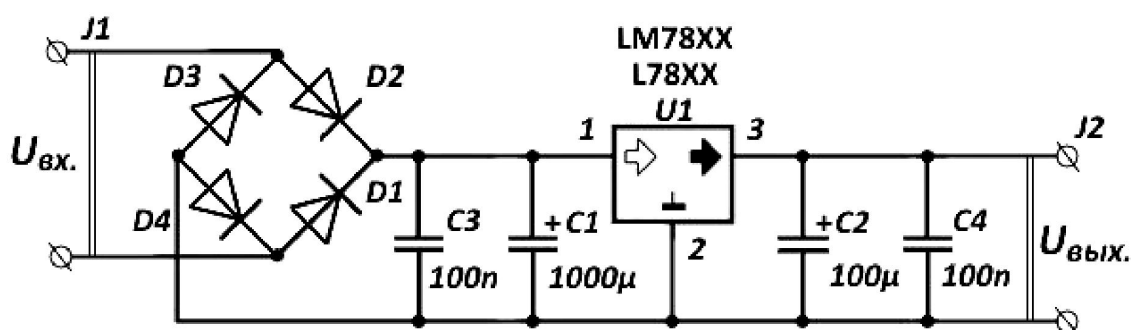

Рис. 1 - Принципиальная схема.
Переменное или постоянное напряжение подается через клеммник J1 на диодный мост, состоящий из диодов D1-D4. Выпрямленное постоянное напряжение поступает на сглаживающий электролитический конденсатор C1 и керамический C3. Далее напряжение поступает на вход (1) микросхемы U1. С выхода (3) U1 стабилизированное напряжение поступает на фильтрующие конденсаторы C2, C4 и на клеммник J2. (см. Рис. 1)